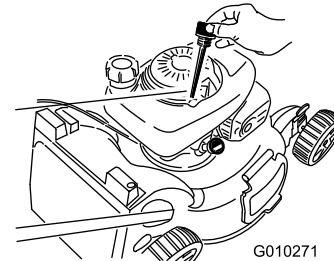

Bild 39
3. Ziehen Sie den Peilstab heraus (Bild 39).